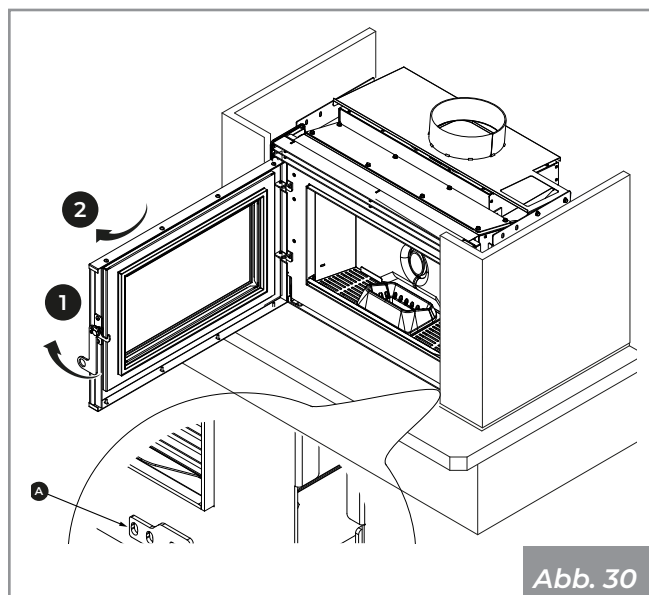

Abb. 30
- Die Tür öffnen, den Sicherheitsbügel (**A**) in den Schlitz zur Entriegelung der Verriegelung stecken und den Hebel (**B**) absenken, um die Führungen zu verriegeln (**Abb. 30**).